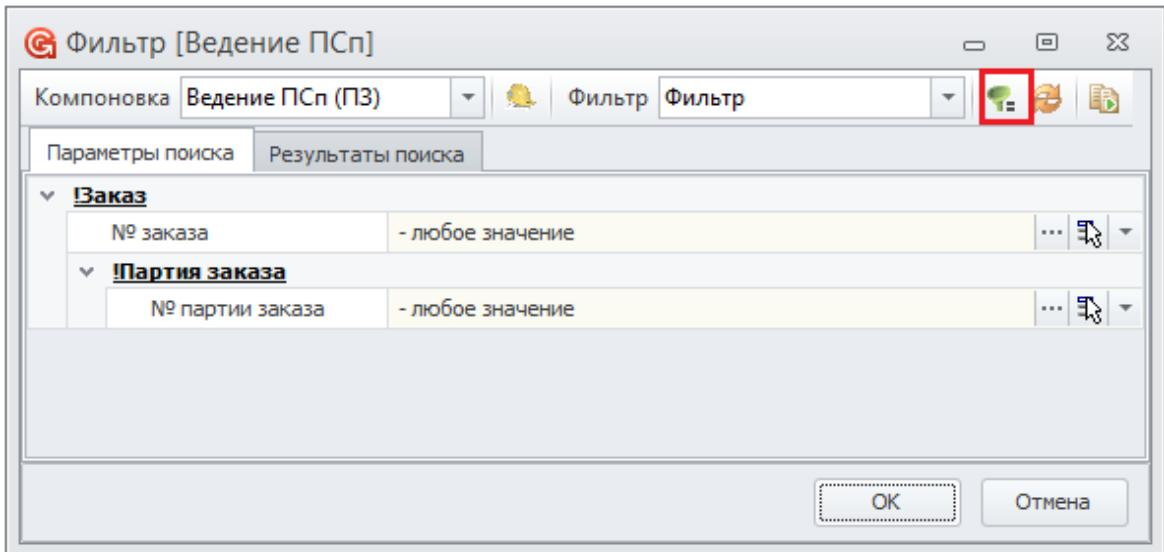

Рисунок 281. Пример окна "Фильтр"
- 4 В окне «**Фильтр**» нажать кнопку **Редактор фильтров** (рис. 281).